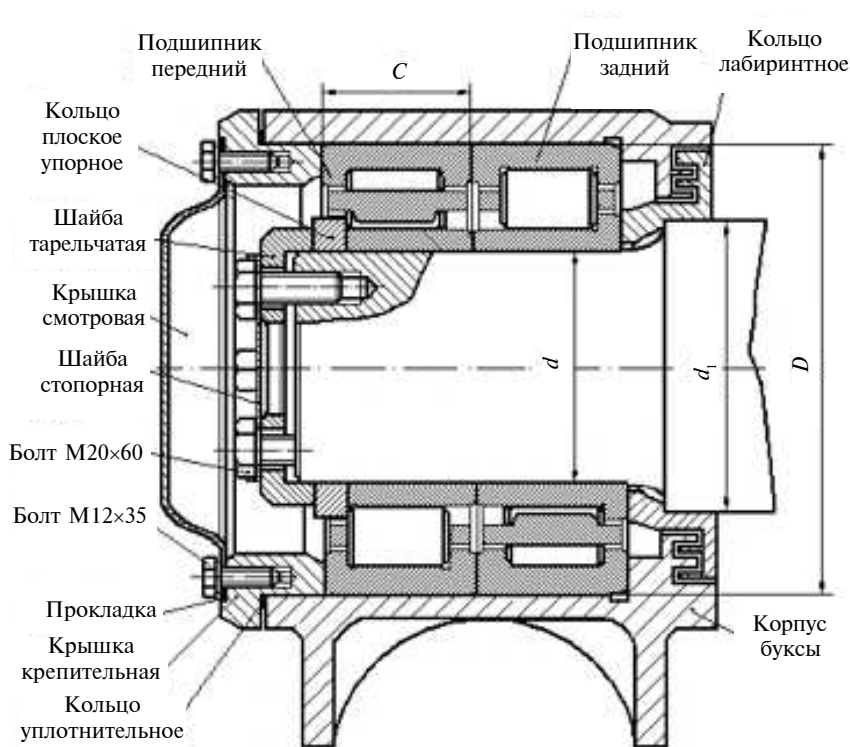
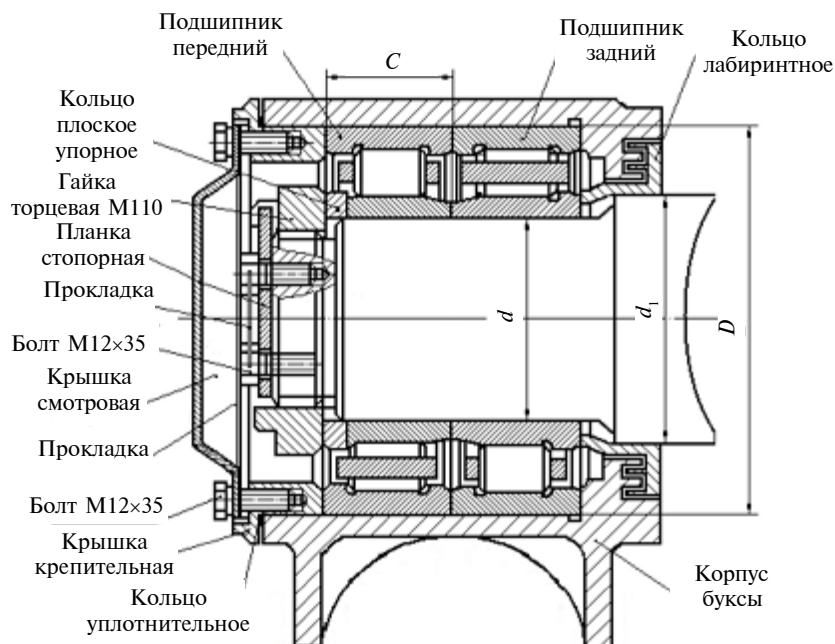

Рис. 2.9. Буксовый узел с двумя подшипниками роликовыми цилиндрическими с торцевым креплением шайбой тарельчатой и болтами М20
Рис. 2.10. Буксовый узел с двумя подшипниками роликовыми цилиндрическими с торцевым креплением гайкой М110
- Крепление подшипников на оси колесной пары типа РУ1Ш-957-П осуществляется при помощи шайбы тарельчатой и четырех (или трех) болтов М20 (рис. 2.9), а на оси колесной пары типа РУ1-957-П – гайки торцевой М110 (рис. 2.10).